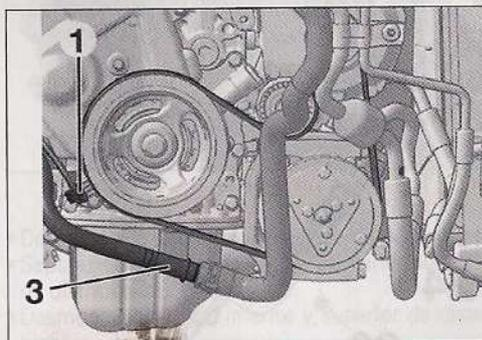

FIG. 9
- Desconectar el captador de régimen (1), y desmontarlo (Fig.9).
- Desembridar y separar el tubo de refrigeración (3) (Fig.9).